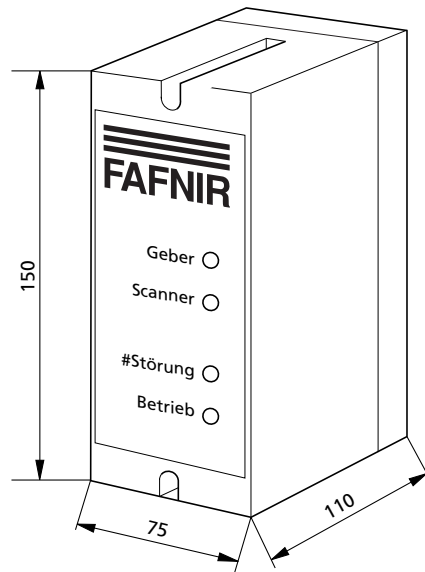

Abb. 3a: Messumformer Typ LS 500
Als Messumformer sind drei Basis-Versionen (Typ LS 500 / LS 500 19" / LS 500 19" Duo) erhältlich (s. Abb. 3a und 3b). Typ LS 500 und LS 500 19" sind auch mit zusätzlicher Störmeldung erhältlich (S). Eine Störmeldung ist nicht mehr möglich, wenn zwei potentialfreie Wechsler als Alarmgabe zur Verfügung stehen (Z). Typ LS 500 19" AK5 kann ausschließlich in 24 V (AC/DC), alle weiteren Typen mit 24 V, 110 V, 230 V, 40...60 Hz sowie 24 V geliefert werden:
LS 500 LS 500 S LS 500 Z	Abb. 3a